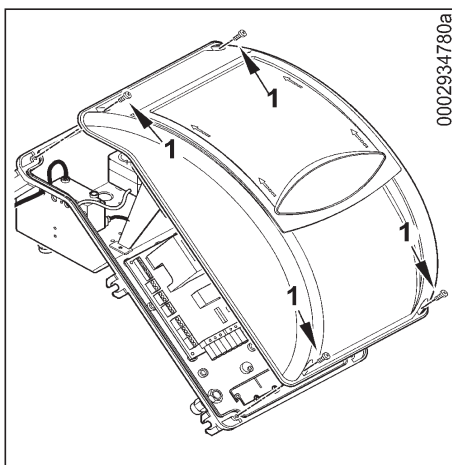

Figura 1
- Quitar la tapa desartornillando los 4 tornillos (1) de la figura 1, sin quitar la portezuela transparente. De este modo es posible acceder al cuadro eléctrico del quemador.